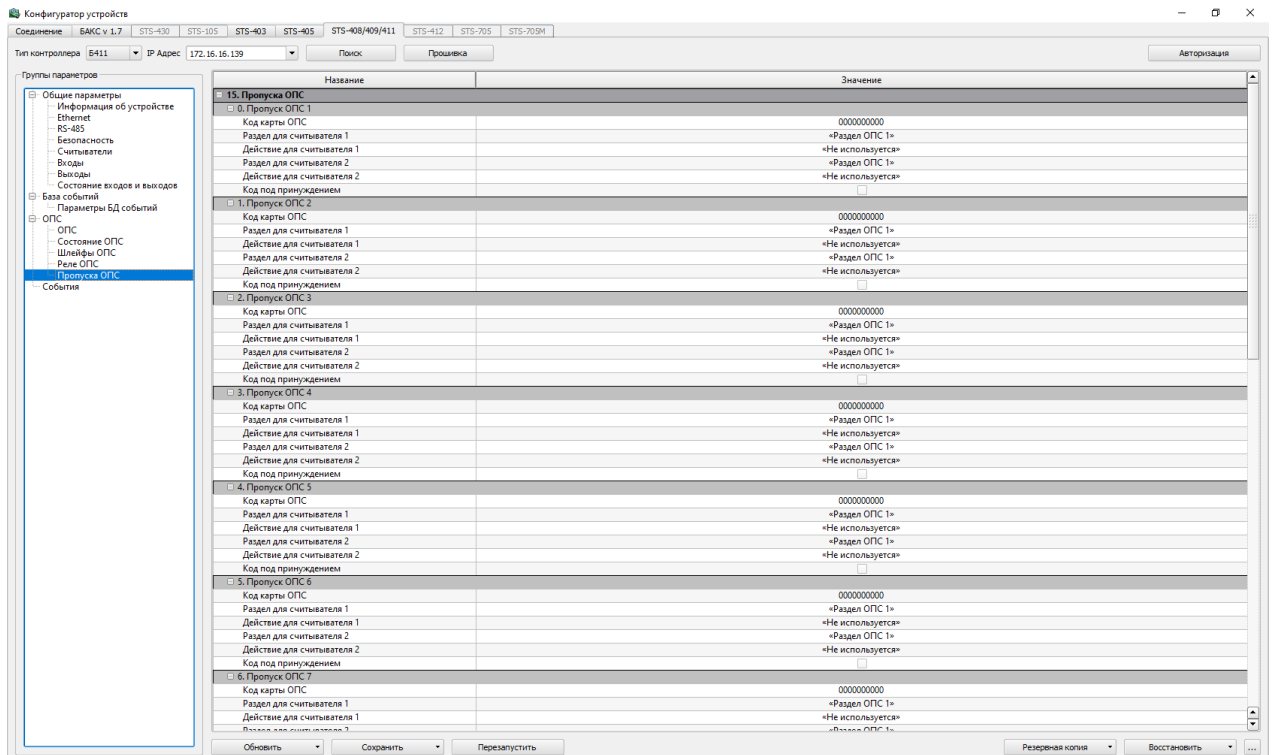

Рисунок 25 – Пропуска ОПС
– Пропуска – раздел, позволяющий настроить параметры кодов пропусков и выбрать действия для считывателей (рисунок 25).